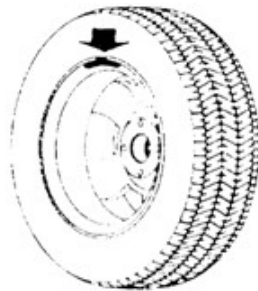

Bild 10-8
10.2.3 Roterar hjulet långsamt tills indikatorn (Bild 5-1(8)) för insidans obalansläge tänds. Fäst en klämvikt av lämplig storlek i läge "klockan 12" på fälgens innerkant (Bild 10-8)